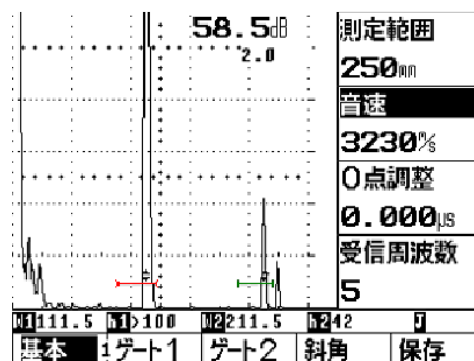

図 5 測定範囲 250mm
- ③STB-A1 の R100 面の最大エコーを検出する。
- ④図 5 に示すように、ゲート 1 を R100 面のエコーに、ゲート 2 を R100 面の繰返しエコーに掛けるように設定する。
- ⑤R100 面の繰返しエコーの高さを 40% 程度にする。音速の右の  キーを押して“微”表示にし、右ダイヤルで R100 面 1 回目のエコーと 2 回目のエコーとのビーム路程差を 丁度 100.0mm にする。次に、R100 面のエコー高さを 80% として、0 点調整の右の  キーを押して“微”表示にし、右ダイヤルを使用して第 1 回目のエコーのビーム路程を 100.0mm に調整する。
- ⑥次に、 キーを押して DAC モードに入る。